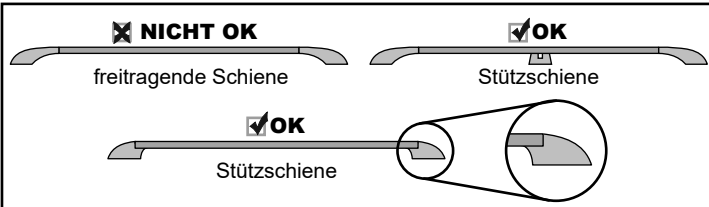

Abb. 3
- ☐ Installieren Sie SkyRise™ nicht auf freitragenden Schienen oder Schienen ohne ausreichende Unterstützung (siehe Abbildung 3).